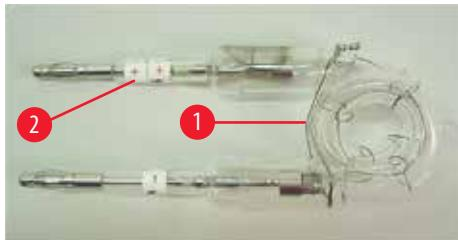
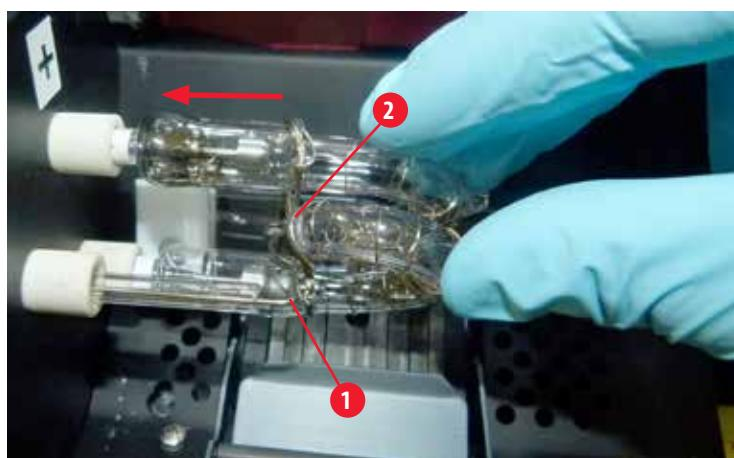

图 18
图 20
2. 将新的闪光灯泡 (→ "图 18") 插入插座 (→ "图 17-3")；然后小心地尽可能将其向里推 (→ "图 20") (不再能看到极性标记 (+))。如有必要，轻轻地上下移动闪光灯泡。